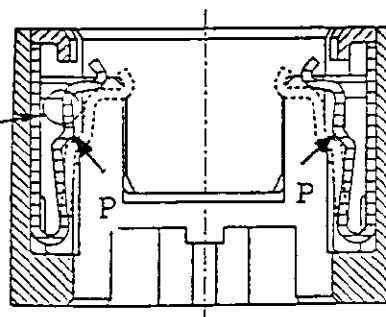

Fig.6
- (2) スクイブ挿入時、ショーティング・バー接点部を OPEN 状態に変位させる必要がありますが、過度たわみ防止機構部接触変位量を大きく越える変位は避けて下さい。また、接触部金めつきを傷めないよう組付けを行って下さい。(Fig.6)
- (2) Displacement of Contact part on Shorting-Bar should be less than that to anti-over-bending mechanism active point. We shuldn't scabble gold plating area on Shorting-Bar. (Fig.6)